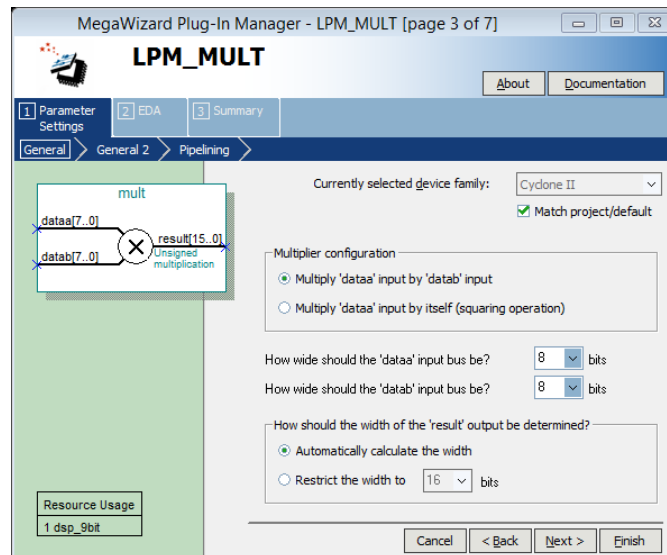

Рис. 12. Третя сторінка налаштувань MegaWizard Plug-In Manager
2.1.6. На сторінці 3 (**General**) (рис. 12) вказується розрядність вхідних шин даних **dataa** та **datab** (вони можуть бути установлені автоматично). Натисніть **Next**.